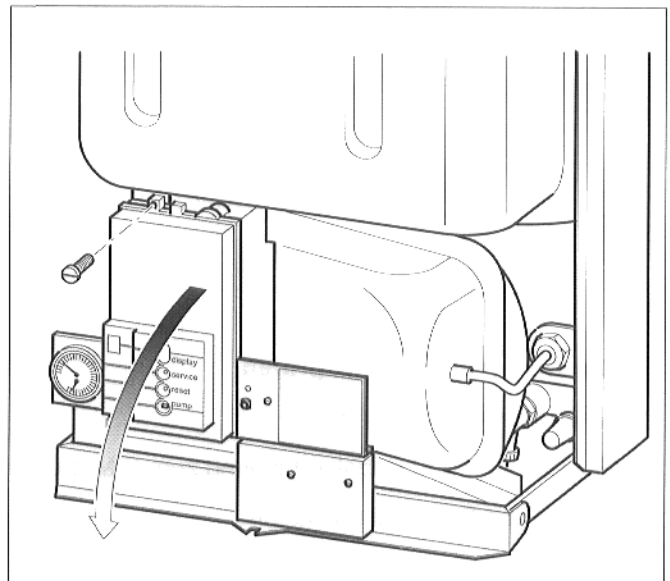

Abb. 44 Traverse mit UBA wegklappen
- Schraube am UBA lösen und Traverse mit UBA wegklappen (Abb. 44).